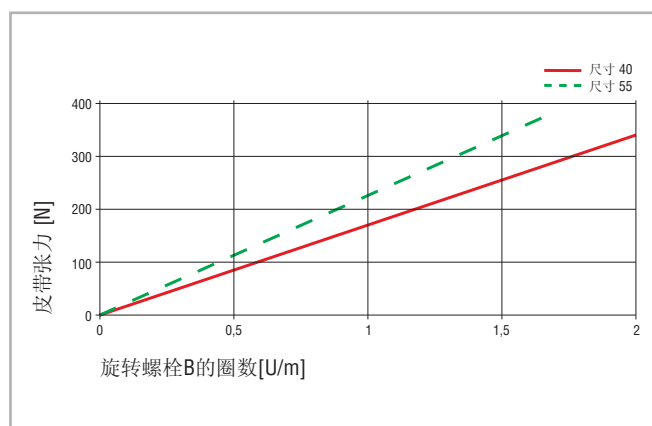

图. 63
2. 图63和64表明皮带张力在调节前后的偏差对应的需要旋转螺栓B的圈数。
2. 图63 和 64 显示, 张力增加110N螺栓B需要旋转0.5圈。